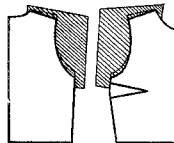

Рис. 2.19
*Прямые плечи.* В этом случае плечевую точку поднимают вверх, уменьшая наклон плеча, и повышают линию проймы у бокового среза (рис. 2.19).